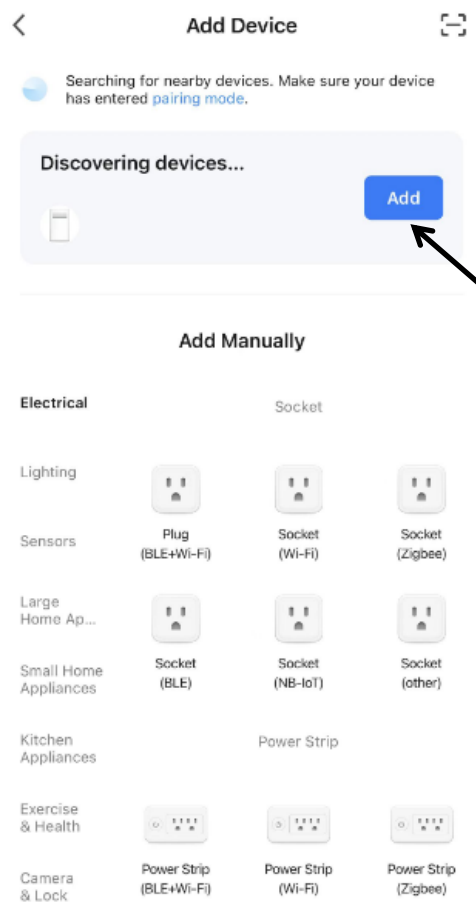

Fig. 2
- 2) L'apparecchio verrà rilevato automaticamente dall'app. Seguire le istruzioni a schermo e premere "Add" (Fig. 2), quindi "Next" (Fig. 3).